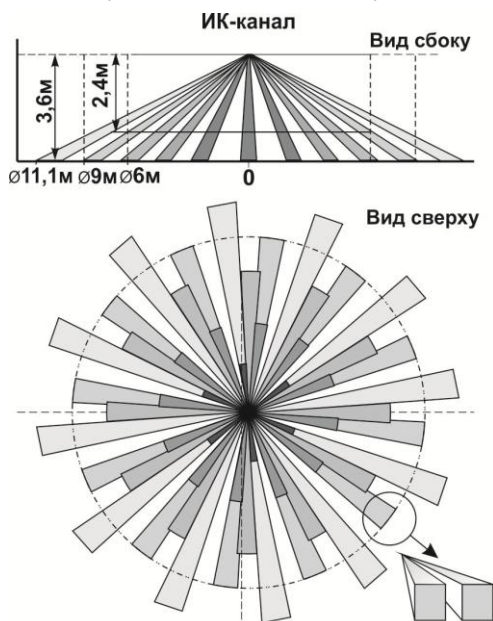

Рисунок 2
2.1 Принцип действия основан на регистрации двухплощадочным пирозлектрическим приемником изменений потока теплового излучения, возникающих при пересечении человеком зоны обнаружения, которая состоит из чувствительных зон. Каждая чувствительная зона состоит из двух элементарных чувствительных зон (рисунок 2).